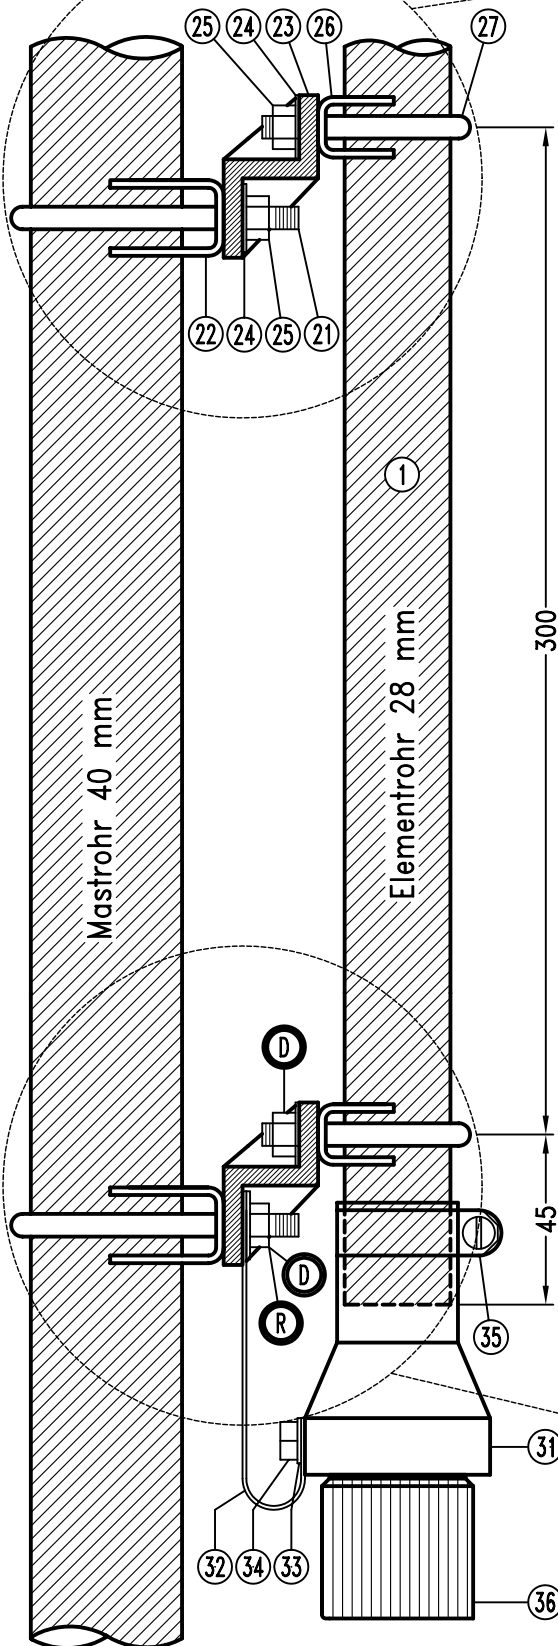
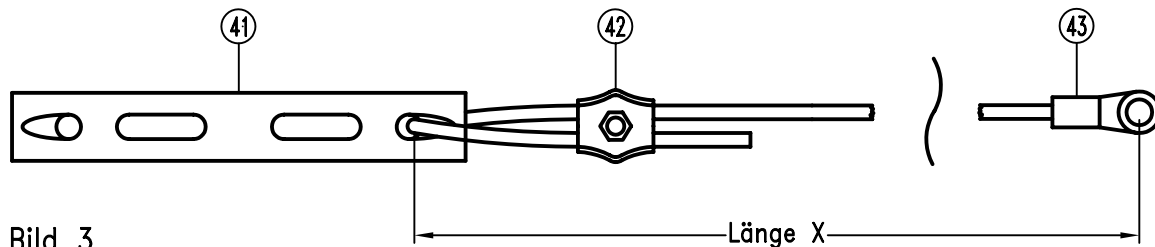
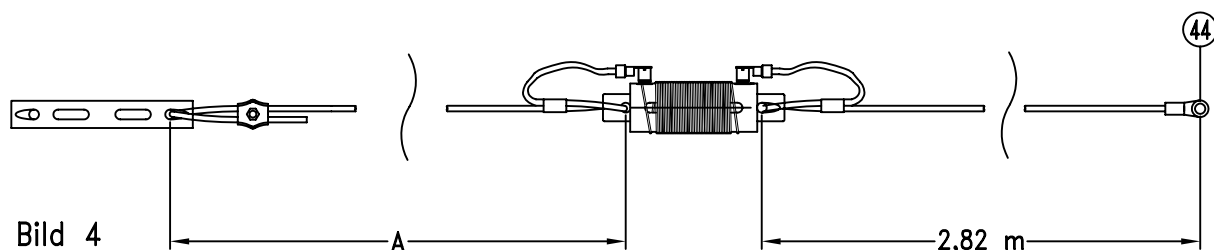

Bild 1
Bild 3
Bild 4
2. Beginnen Sie mit der Montage der unteren Doppelrohrklammer am Elementrohr (1). Am nichtgeschlitzten Ende des Elementrohrs wird im Abstand von 45 mm der Isolierwinkel (23) mit dem Rohrsitz (26), dem U-Bügel (27), der Scheibe (24) und der Sechskantmutter (25) verschraubt (Bild 1+2).
5. Nun werden die 3 Drähte der Radials (14) für das 10/15/20 m - Band vorbereitet (Bild 3). Mit den Simplexklemmen (42) werden die Drähte auf die entsprechenden Längen gebracht.
Mit dem U-Bügel (21), dem Rohrsitz (22), der Scheibe (24) und der Sechskantmutter (25) wird die Antenne am Mastrohr befestigt. Zur Montage der Radials (14) entfernen Sie wieder eine der Sechskantmutter (25) an der unteren Doppelrohrklammer (Bild 1 + 2, ®), und montieren den Kabelschuh (43), (Bild 3) der Radials. Ziehen Sie die Sechskantmutter wieder an.
Entfernen Sie nun die Sechskantmutter auf der anderen Seite des gleichen U-Bügels und montieren den Kabelschuh (44), (Bild 4) einer Hälfte des 40 m-Dipols. Die andere Hälfte des 40 m-Dipols wird am U-Bügel 28 mm (Bild 1 + 2, ®) mit dem Strahler verbunden.
8. Die Radials sind die elektrischen Gegengewichte der Vertikalantenne. Sie ergänzen den Vertikalteil zur Halbwelle für jedes Band und gewährleisten den niederohmigen Speisepunkt Widerstand von 50 Ohm. Sie müssen freihängend ausgespannt werden und dürfen an keiner Stelle das Dach oder den Boden berühren. Der Neigungswinkel zum Mastrohr (ca. 80°) und die Anordnung in der Horizontalen (ca. 120°) ist relativ unkritisch. Zur Abspannung hinter den Isolatoren (41) muss nichtleitende Leine verwendet werden.
9. Zum Anschluss des Koaxialkabels wird das Schutzrohr (36) abgeschraubt und über das Koaxialkabel geschoben. Koaxialkabel anschrauben und Schutzrohr wieder anbringen.
Die Resonanz im 40m-Band wird bei dieser Antenne durch einen um 2 Spulen (36 μ H) verkürzten Dipol bewirkt (Bild 4). Wegen der Ankoppelung am Antennenfusspunkt ist in den meisten Anwendungsfällen eine geringe Höhe zum Dach oder Boden zu erwarten. Die Resonanzfrequenz (7,05 MHz) verschiebt sich durch diese umgebungsbedingte Anordnung nach unten. Zur Korrektur müssen die Aussenlängen (A) des Dipols gekürzt werden.